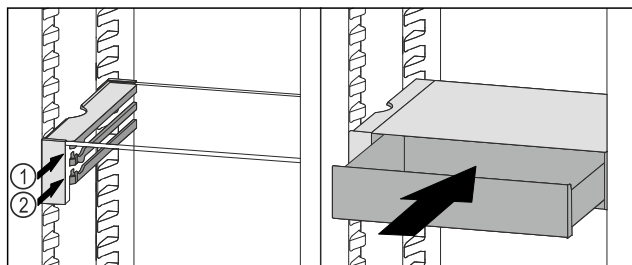

Fig. 100
- VarioSafe-lade achter de stoppers op de gewenste rib Fig. 100 (1) of Fig. 100 (2) plaatsen.